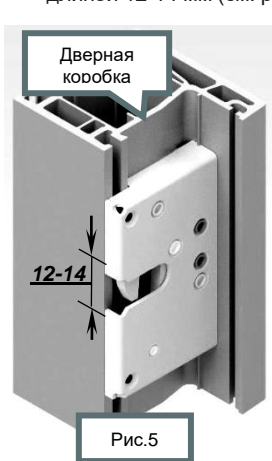

Рис.5
4. При помощи ножа или стамески снять два выступа в профиле дверной коробки длиной 12-14 мм (см. рис.5).